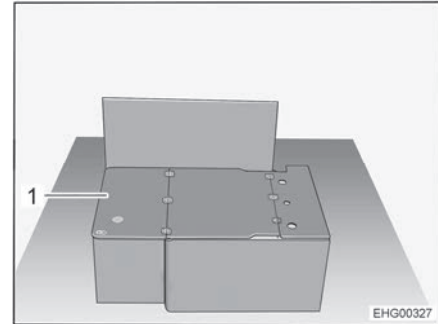

Fig. 23 Banquette longitudinale sans coussin
- Rabattre la planche (Fig. 23,1) de 180° et la poser sur le couvercle du coffre de banquette.